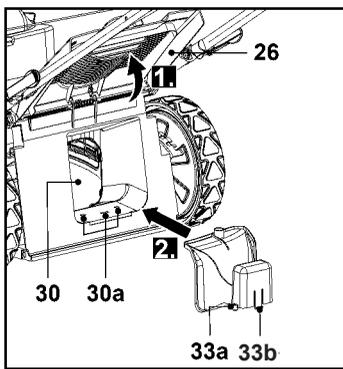

Рис. 16
1. Откройте задний защитный кожух (26), удерживая его на месте, и вставьте мульчирующую вставку (33) в задний жёлоб для выброса травы (30) (рис. 16). Убедитесь, что две крепёжные муфты (33а) и фиксирующая защёлка (33b) защёлкнулись в пазах заднего жёлоба для выброса травы (30а) со звуком щелчка.